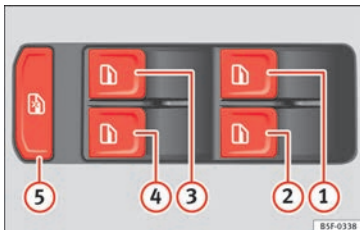

Fig. 97 Détail de la porte du conducteur : commandes pour les glaces (véhicule 5 portes avec lève-glaces électriques avant et arrière).
Les touches » » **fig. 97** ①, ②, ③ et ④ disposent de deux positions pour l'ouverture des » »